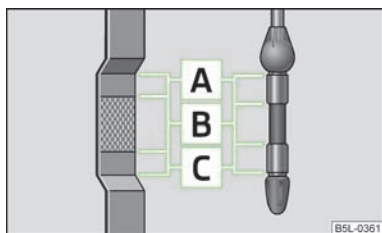

Fig. 161
La jauge d'huile indique le niveau d'huile moteur » fig. 161.
- Il **faut** ajouter de l'huile » fig. 161. Cela suffit si le niveau d'huile arrive ensuite au niveau de **B**.